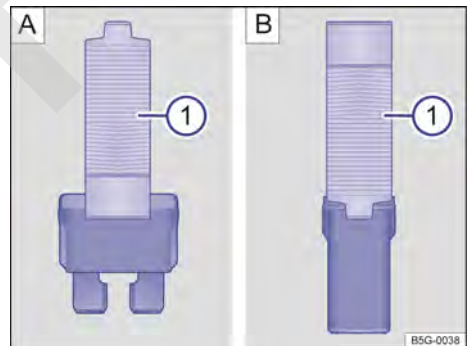

Fig. 143 Retirar o colocar el fusible con la pinza de plástico: **A** fusible plano, **B** fusible de bloqueo.
- De ser necesario, retirar la pinza de plástico → fig. 143 [1] de la cubierta de la caja de fusibles.
- De acuerdo con la versión del fusible, colocar las garras adecuadas del alicate plástico → fig. 143 [A] [1] o → fig. 143 [B] [1] de forma lateral en el fusible.